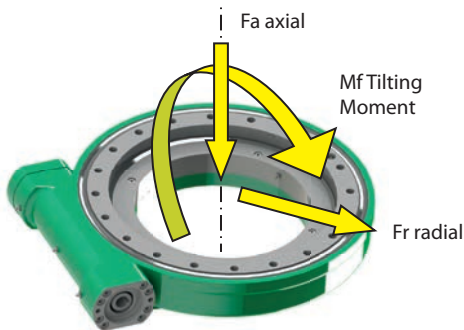

Fig. 1
- Resistenza alle Condizioni di carico (vedi parte 2 e curve di carico sotto tabelle) - Fig. 1